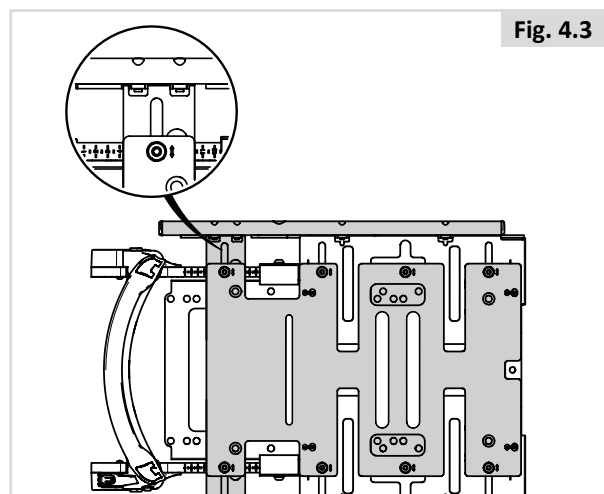

Fig. 4.3
- Instale una placa de montaje para profundidad adicional de asiento, de 530 mm de profundidad, a fin de ganar más estabilidad en un raíl de asiento largo Fig. 4.3.